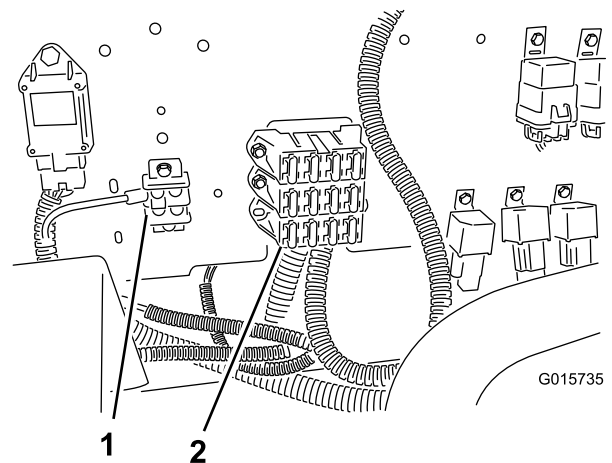

Figure 20
4. Localisez les porte-fusibles existants sur la machine et posez le porte-fusible relié au faisceau de câblage en le fixant au bas du porte-fusibles directement au-dessus (Figure 20).
5. Fixez la borne de masse du faisceau de câblage au bornier de masse (Figure 20).